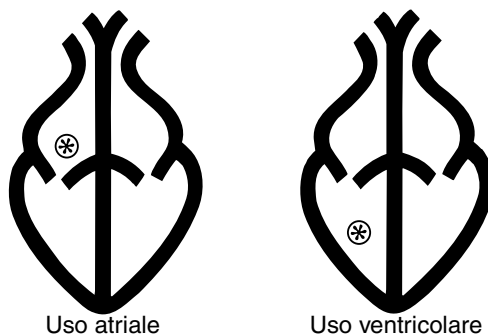

Figura 8-4. Simbolo di uso atriale per il Modello 5433A e simbolo di uso ventricolare per il Modello 5433V.
- il Modello 5433A, per uso atriale, è dotato di un blocco del connettore blu e di una striscia blu intorno al blocco del pin terminale. Il blocco del connettore riporta su uno dei lati un simbolo che denota l'uso atriale (cfr. la Figura 8-4).
- Il Modello 5433V, per uso ventricolare, è dotato di un blocco del connettore bianco e di una striscia bianca. Il blocco del connettore riporta su uno dei lati un simbolo che denota l'uso ventricolare (cfr. la Figura 8-4).